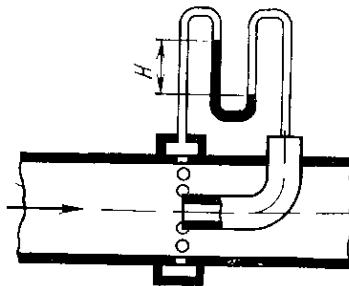

Рис. 6.7
6.18. Найти скорость течения воды на оси трубы, если показания ртутного дифманометра, подсоединеного к динамической трубке (трубке Питот) и к статическому отверстию, равно $H = 0,5 \text{ м}$ (рис. 6.7).